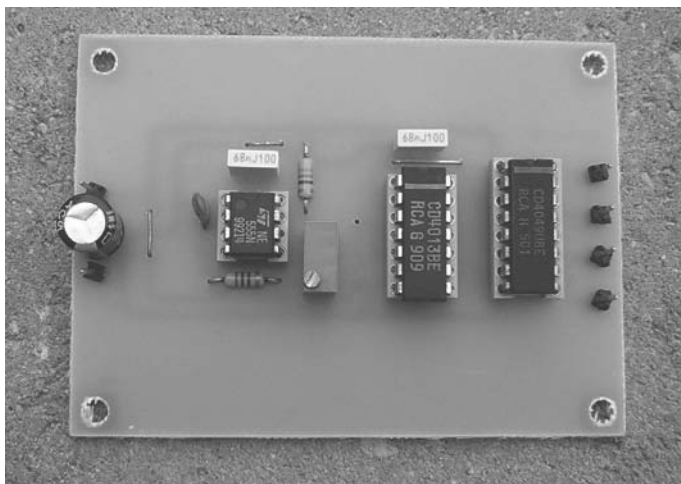
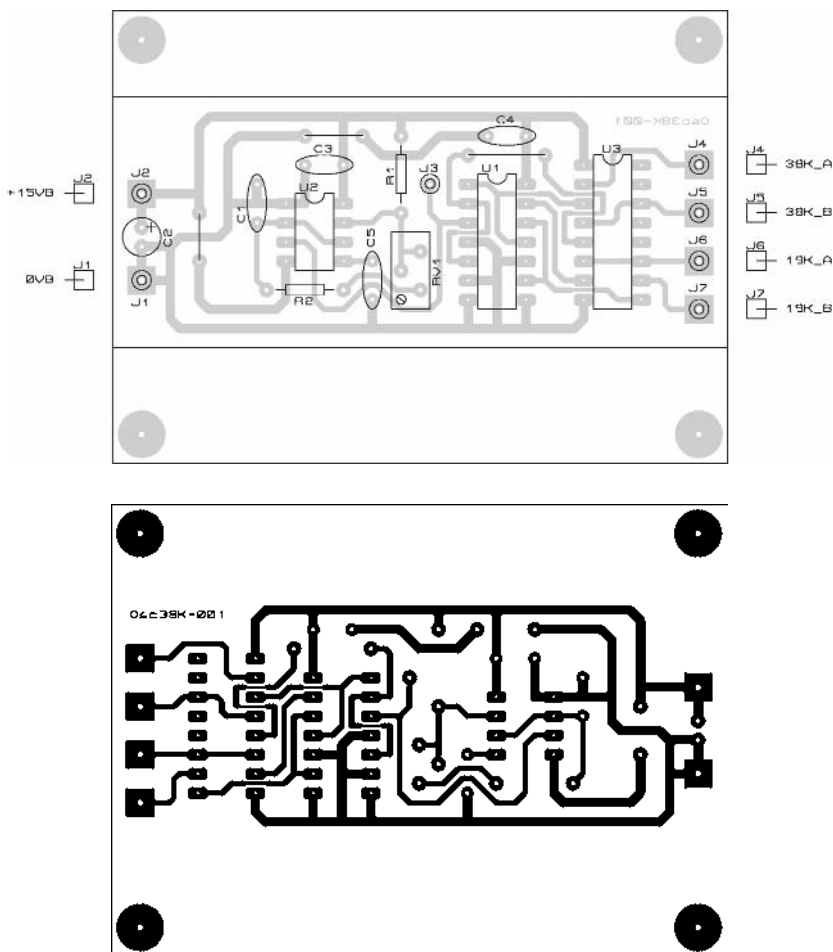

Figure 6.13
Figure 6.14
**Tentatoo** – Et le moins performant, si je puis me permettre de vous rappeler ce ridicule détail. Notez qu'il manque un composant sur le prototype présenté en **figure 6.13** : le condensateur C5 relié entre la broche 5 du NE555 et la masse, est en effet soudé côté cuivre. Je l'avais bêtement oublié, celui-là. Mais rassurez-vous, le circuit imprimé que je vous propose a été mis à jour pour corriger mon oubli, comme vous pouvez le constater sur le circuit de la **figure 6.14**.